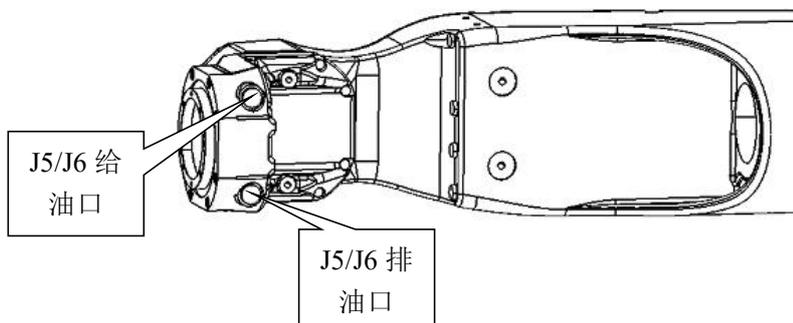

图 4-1 机器人进油口和出油口分布图
- 3) 拆下润滑油供、排油口的内六角螺塞 M10×1，见图 4-1